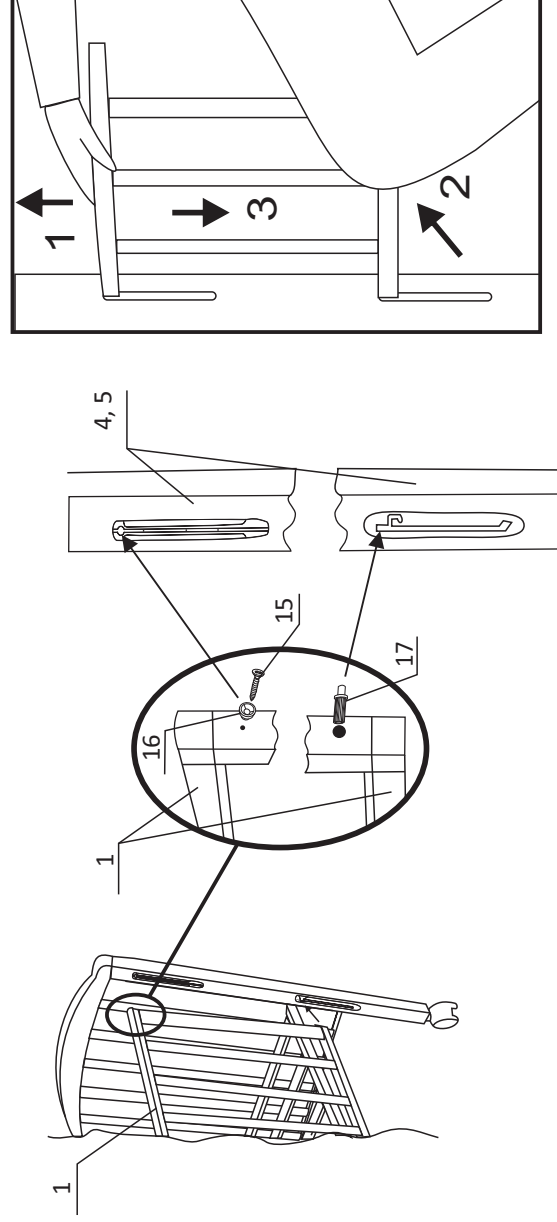

Рисунок 4.
- Сборка переднего ограждения. Установить пластмассовую втулку (16) на саморез (15) в отверстия Ø2 просверленные в верхней части стойки переднего бокового ограждения с двух сторон, не затягивая, чтобы втулка вращалась, установить штырь (17)(рисунк4).
- Установка переднего ограждения. Ослабить два винта(11) на дне, установить переднее боковое ограждение, для чего одновременно завести в паз втулку (16) и штырь бокового ограждения(17) в механизм опускания, установленный на спинке.(см. рис.4) Опустить переднее боковое ограждение в нижнее положение, затянуть винты дна. Проверить работу механизма опускания бокового ограждения. Для перемещения бокового ограждения вниз, приподнять верхнюю планку бокового ограждения за середину, слегка надавить коленом по центру нижней части бокового ограждения, опустить вниз до упора (см. рис. 5).